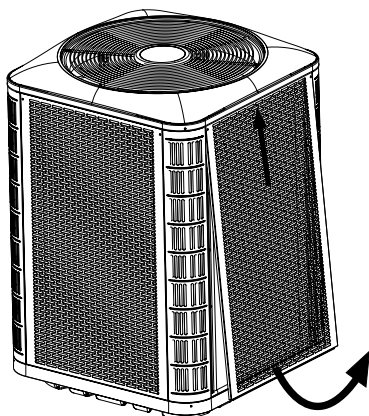
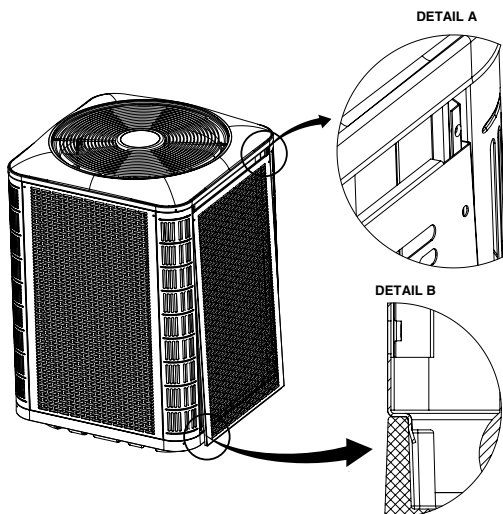

Figure 3. Désassemblage du panneau
Figure 4. Installation du panneau
- Pour accéder aux composantes internes de l'appareil, consultez la Figure 3 pour désassembler le panneau et la Figure 4 pour installer le panneau.
2. Glissez le panneau vers le haut et le bac supérieur pour dégager la bride inférieure du bac inférieur. Voyez la Figure 3.
1. Insérez les coins supérieurs des brides latérales du panneau dans les rainures du montant de coin, tel que montré dans la Vue détaillée A à la Figure 4.